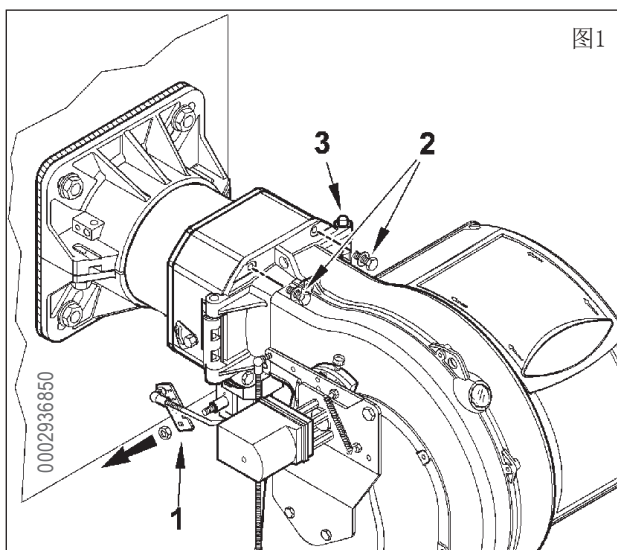

图1
- 松开2个螺丝(2)，将燃烧器放在铰链中插头(3)的位置(图1)。